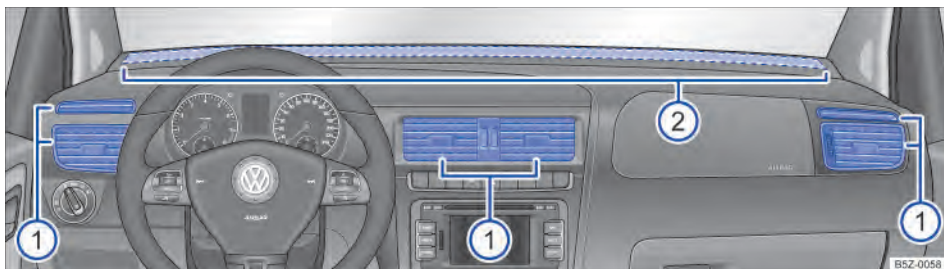

Fig. 123 No painel de instrumentos: difusores de ar.
Para que uma potência de aquecimento, uma refrigeração e uma entrada de ar suficientes sejam atingidas no interior do veículo, nunca fechar os difusores de ar completamente ⇒ Fig. 123 ①.
- Para abrir os difusores de ar ①, pressionar na parte superior do difusor de ar.
Há outros difusores de ar, não reguláveis. Encontram-se no meio do painel de instrumentos ⇒ Fig. 123 ②, nas áreas para os pés e na parte traseira do interior do veículo.